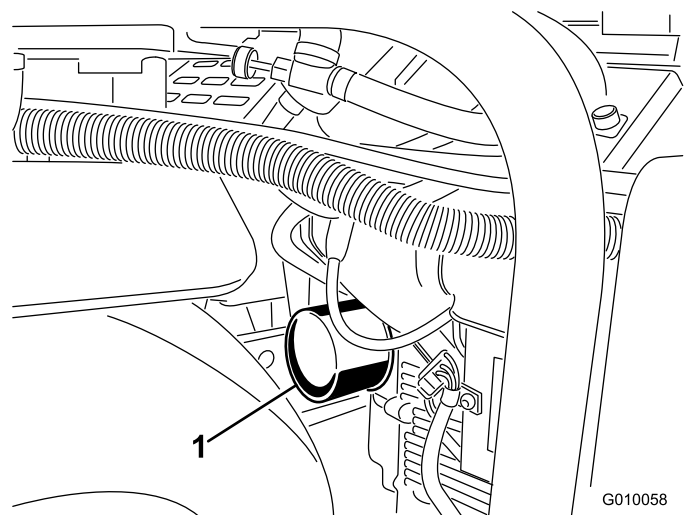
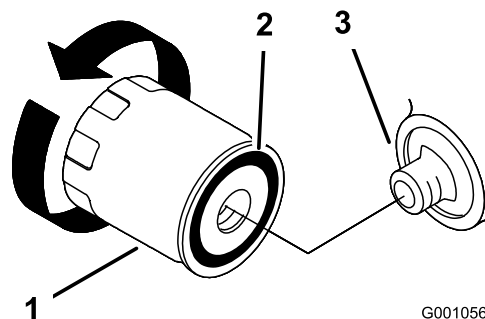

Figure 47
Figure 48
- Placez un bac de vidange peu profond ou un chiffon sous le filtre pour récupérer l'huile (Figure 47).
- Enlevez le filtre à huile usagé (Figure 47 et Figure 48) et essuyez la surface du joint de l'adaptateur.
13. Faites l'appoint d'huile avec précaution pour faire monter le niveau jusqu'au repère du plein (F) sur la jauge.